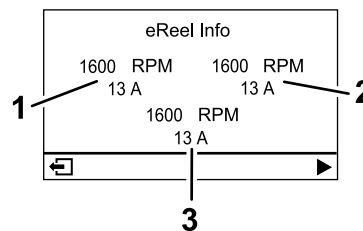

Figura 17
- **Ecrã de informações do motor eReel (Figura 17):** mostra a velocidade e tensão de cada motor da unidade de corte.